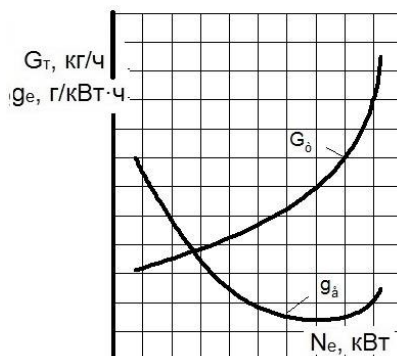

Рисунок 7 – Регулировочная характеристика дизеля по составу смеси
30. Регулировочная характеристика дизеля по составу смеси (рис. 7) – это графическая зависимость ...